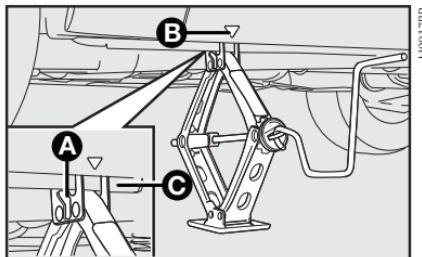

fig. 6
- Colocar o macaco onde está marcado o símbolo ▼ **B-fig. 6** ou 7 (algumas versões) perto da roda a substituir, e certificar-se de que a ranhura A do macaco esteja bem encaixada na longarina C.